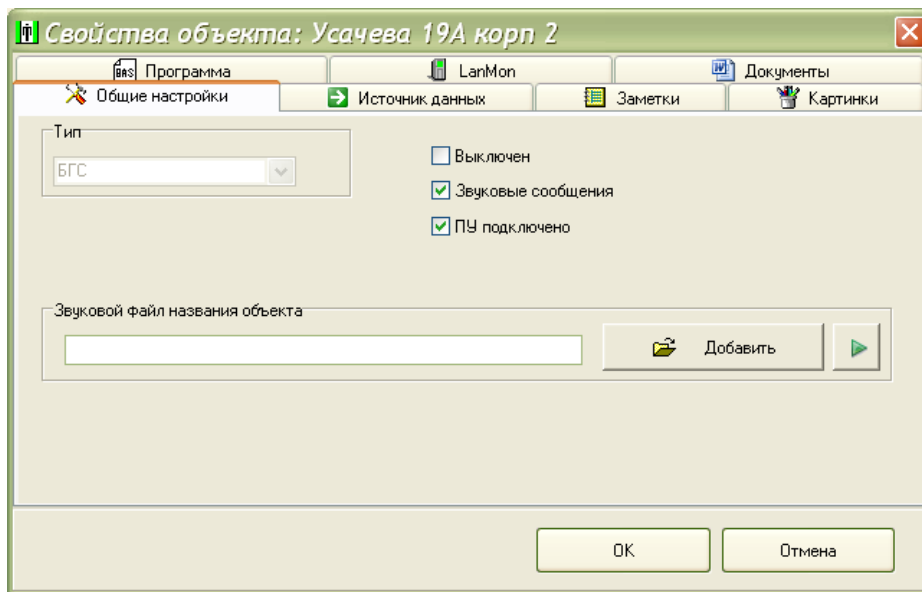

Рисунок 14
2) На вкладке «Общие настройки» установить «галочки» разрешения формирования звуковых сообщений и признака подключения переговорного устройства (рисунок 14).